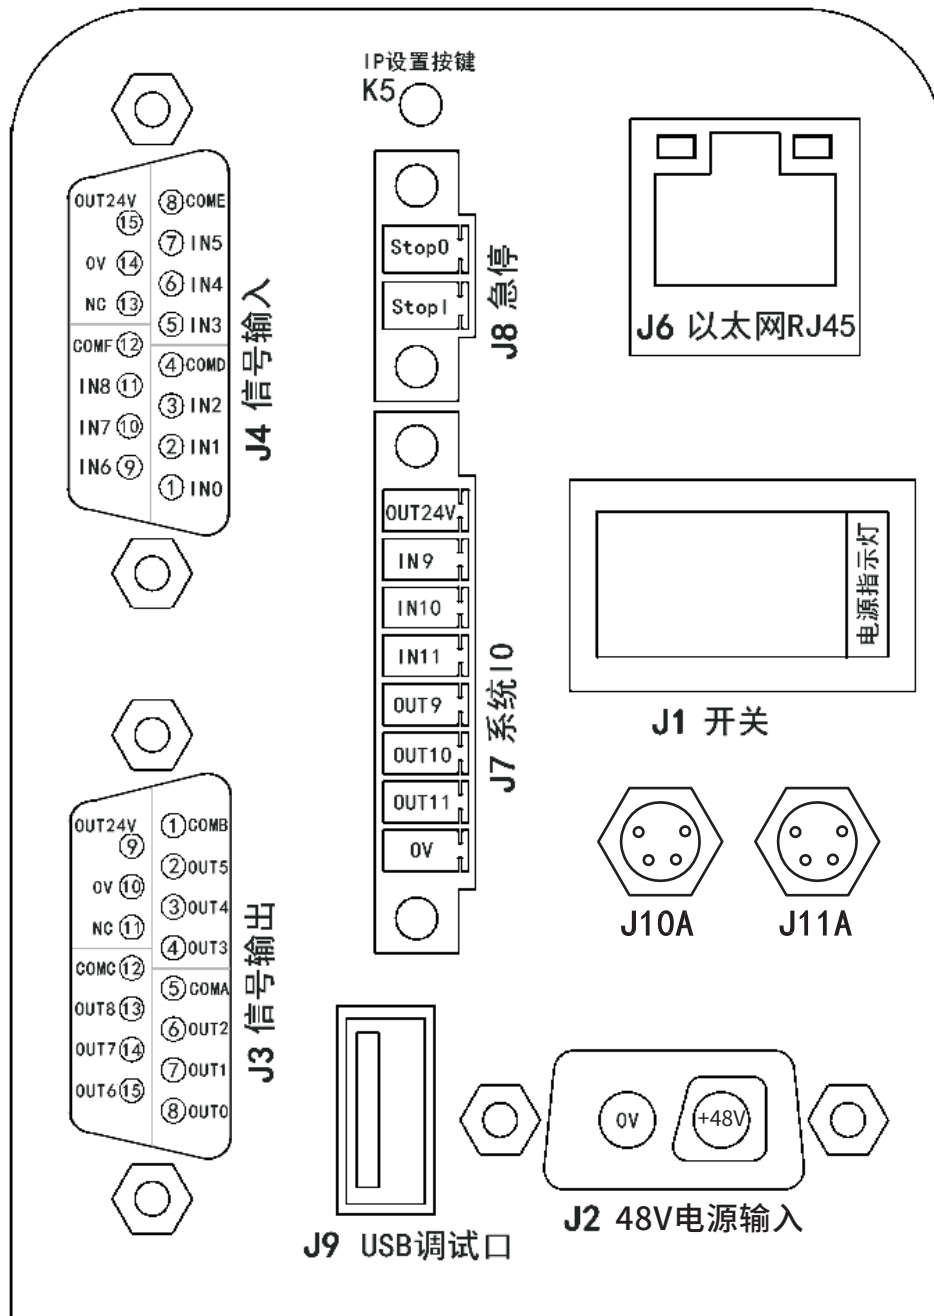
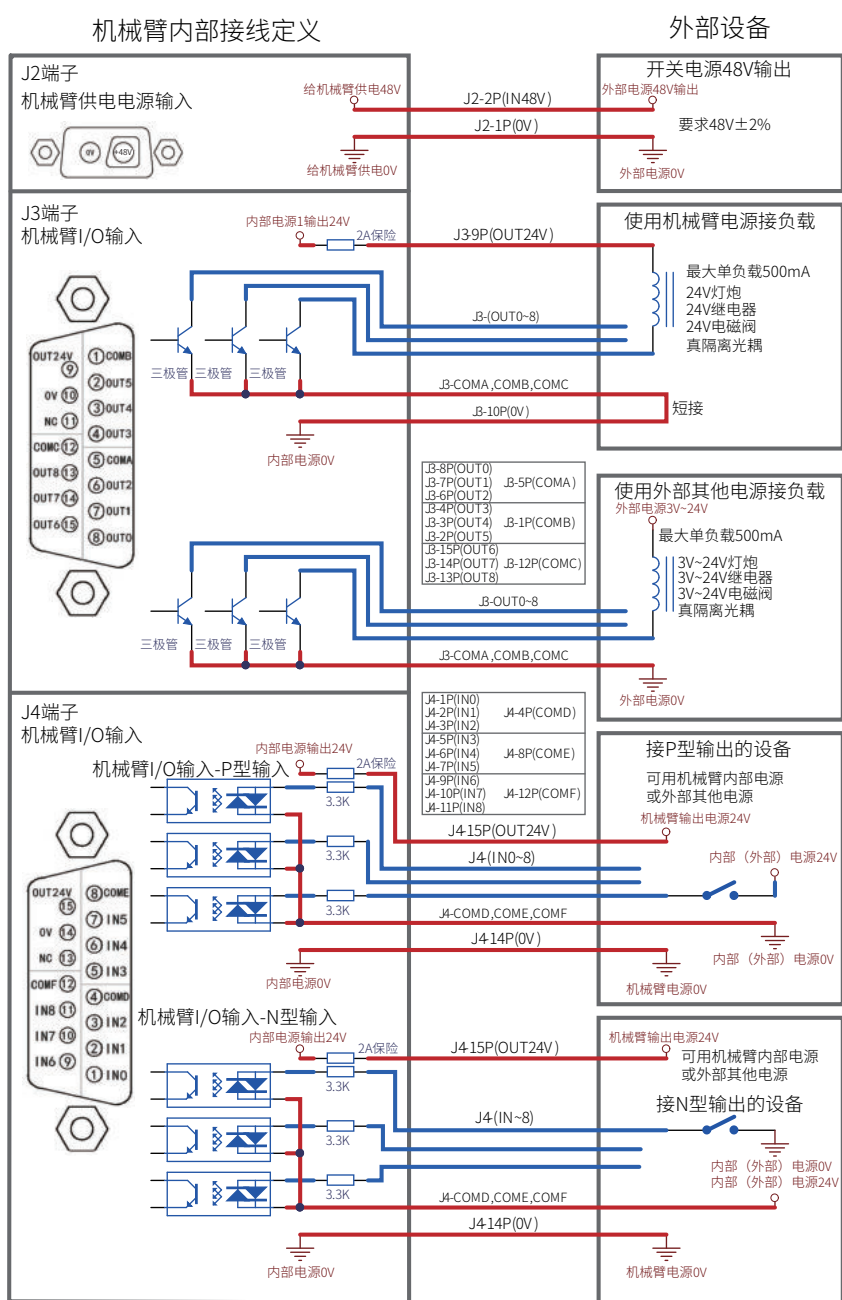

图 1
图 2
1. A处底座接口总示意图（图1所示）
2. 图1接口定义说明
3. 图1中J3、J4接口内部电路设计（图2所示）